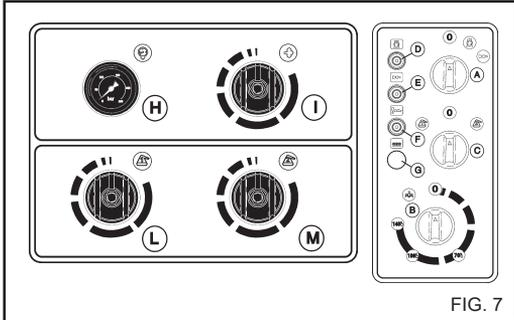

FIG. 7
Käännä termostaatin nappi "B" (fig. 7) höyryasentoon, kun haluat korottaa syötettävän veden lämpötilaa.
Kun lopetat "höyryvaiheen" käyttämisen, käännä termostaatin nappi "B" asentoon "0" (fig. 7) ja anna laitteen jäähtyä noin 3 minuutin ajan pistooli päällä.
2) Käynnistä painepesuri, valitse käytettävä tuote "1" tai "2" valitsinta C (fig.7) käyttämällä ja aukaise pesuainediin annosteluhana L (tuotteelle nro. "1") tai annosteluhana M (tuotteelle nro. "2") (fig.7) kääntämällä nuppia vastapäivään. Levitä ainetta pestävälle pinnalle alhaalta ylöspäin. Anna vaikuttaa muutaman minuutin ajan.
3) Aseta pesuainediin valitsin C (fig.7) asentoon "0". Sulje annosteluhanat kääntämällä nuppeja myötäpäivään.